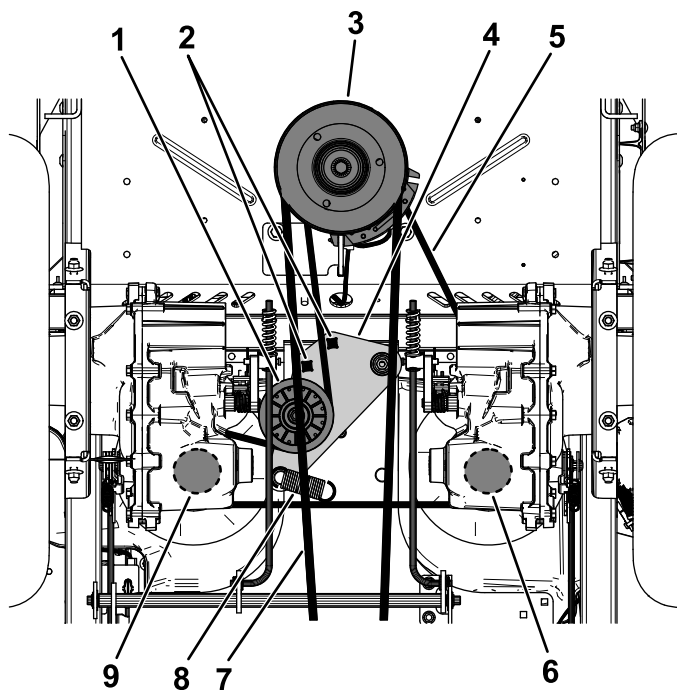

Figura 84
5. Utilice una llave de carraca de ½" o similar en uno de los orificios cuadrados del brazo tensor para aliviar la tensión del muelle tensor (Figura 84).
6. Retire la correa existente de la polea tensora, de las 2 poleas de transmisión de la bomba hidráulica y de la polea del motor (Figura 84).
7. Instale la correa nueva alrededor de la polea tensora, la polea del motor y de las 2 poleas de la bomba hidráulica (Figura 84).